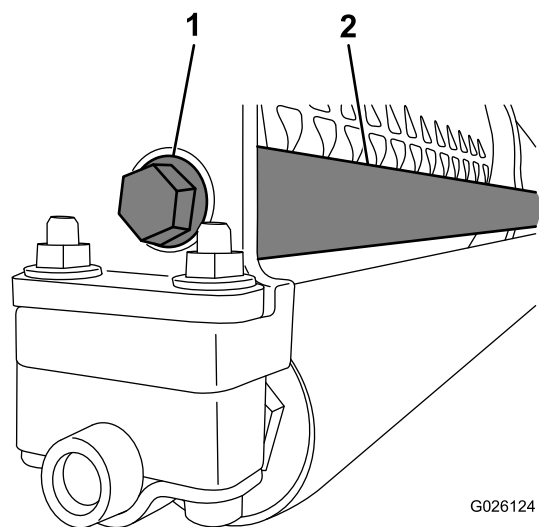

Рисунок 5
4. Прикрепите резьбовой конец утяжеляющего бруса к раме с помощью болта с фланцевой головкой (Рисунок 5).